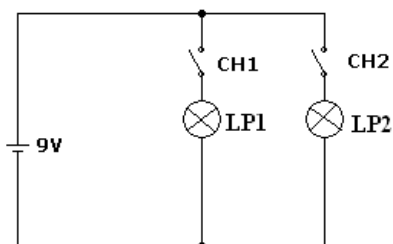
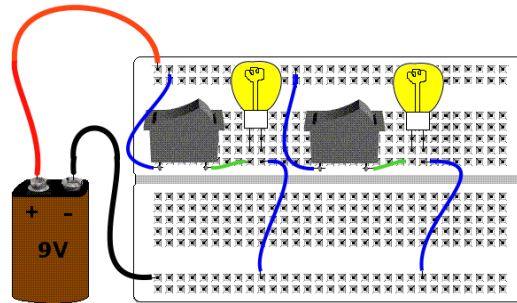

Figura 8 – Esquemático – lâmpadas em paralelo
Figura 9 – Montagem da MP do circuito da Figura 8 – Instalação elétrica
- 9 Uma das aplicações para a associação paralelo é uma instalação residencial. O circuito da Figura 8 simula uma instalação com duas lâmpadas com os respectivos interruptores.
10 Monte o circuito da Figura 8 na MP de acordo com o *layout* da Figura 9 e verifique o seu funcionamento ligando/desligando as lâmpadas.